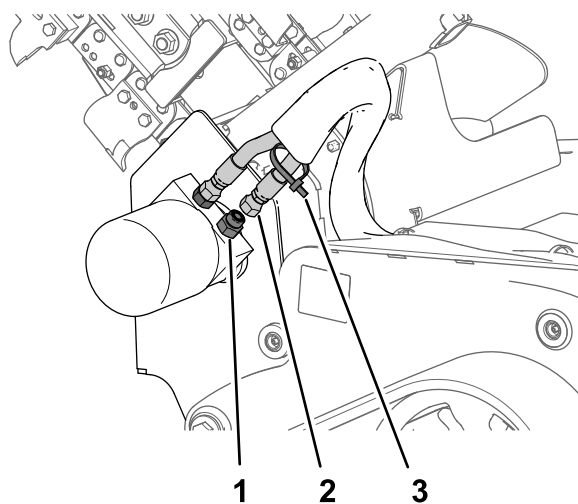

Figure 2
2. Essuyez soigneusement les flexibles et les raccords hydrauliques sur le moteur hydraulique de l'entraînement (Figure 2).
3. Attachez le serre-câble au flexible hydraulique à l'extrême arrière du moteur hydraulique de l'entraînement (Figure 2).